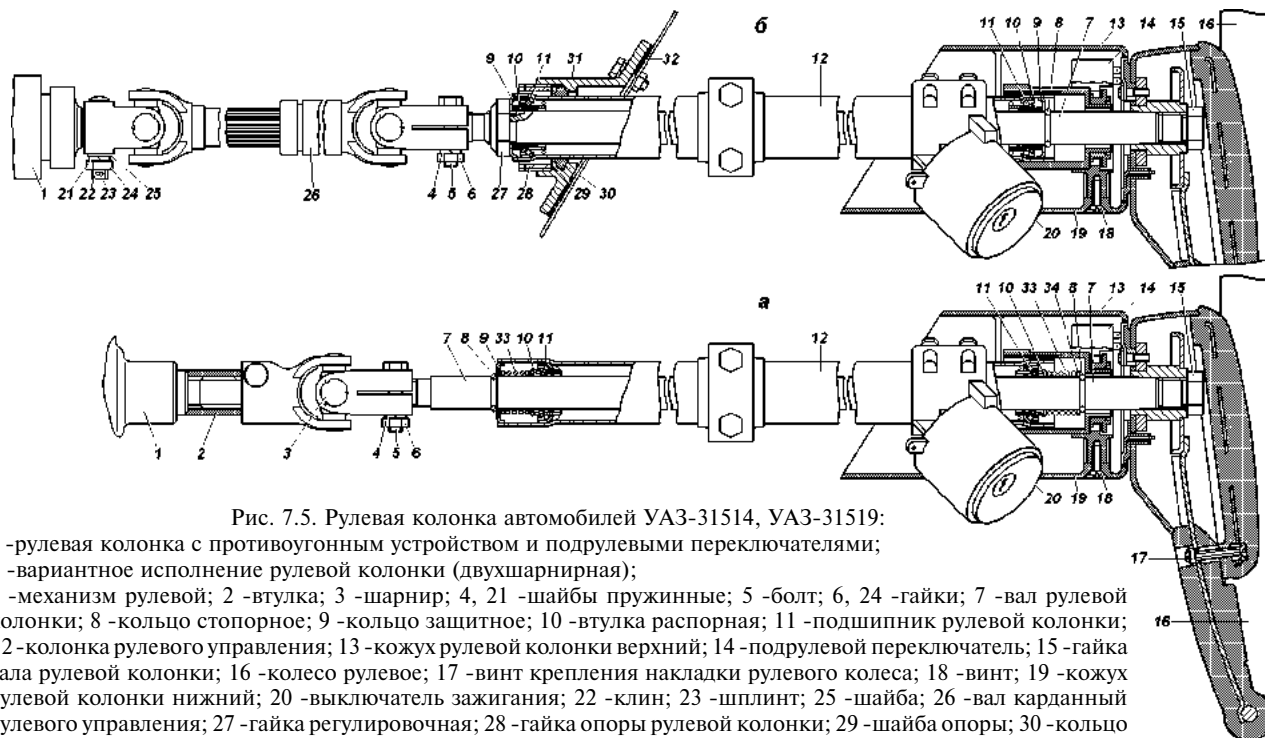

Рис. 7.5. Рулевая колонка автомобилей VAZ-31514, VAZ-31519:
3. Вынуть шплинт 23 (рис. 7.5 б), отвернуть гайку 21 и вынуть клин 22 из вилки шарнира.
5. Присоединить вилку шарнира, вставить клин 22 (рис. 7.5 б), установить шайбы 25 и 21, завернуть гайку 24 и зашплинтовать.